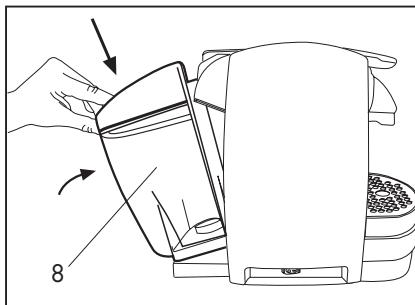

Fig. 3
- Volver a introducir el depósito inclinándolo ligeramente y apoyándolo en la válvula del agua. Presionar la parte superior en la máquina hasta sentir un disparo. A fin de evitar salidas de agua, controlar que el depósito esté fijado. (**Fig.3**)